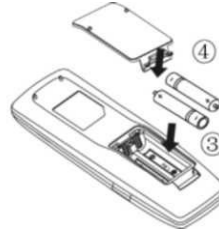

Fig. 2
- (3) Insérez deux piles AAA (1,5V), en vous assurant que la position des pôles "+" et "-" est correcte (comme indiqué sur la Fig. 2 ③).
- (4) Réinsérez le couvercle (comme indiqué sur la Fig. 2 ④).